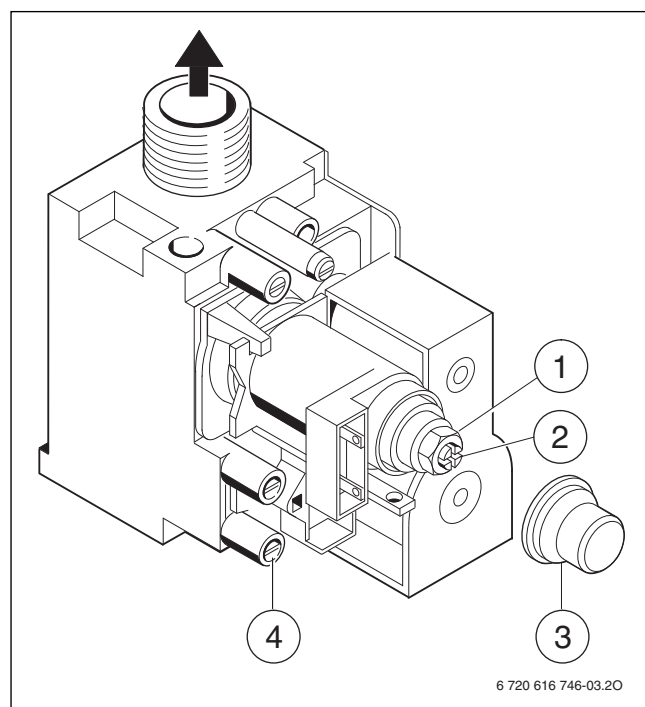

Fig. 38 Bloc gaz
- ▶ Pour « max » prendre la pression aux injecteurs indiquée (mbars) dans le tableau sur la page 37 et la contrôler. Vérifier que l'écrou (→ fig. 38 [1]) est bien serré en butée sur le corps laiton.
- ▶ Pour « min » prendre la pression aux injecteurs indiquée (mbars) dans le tableau sur la page 37. Régler la pression aux injecteurs au moyen de la vis de réglage de débit gaz minimal (→ fig. 38 [2]).
- ▶ Desserrer la vis dans la prise de mesure de la pression de raccordement (→ fig. 38 [4] en page 29) et brancher un manomètre à cette prise.
- ▶ Retirer le capuchon (→ fig. 38 [3]) du bloc gaz.
- ▶ Pour « max » prendre le débit de gaz indiqué dans le tableau sur la page 37 et le contrôler. Vérifier que l'écrou (→ fig. 38 [1]) est bien serré en butée sur le corps laiton.
- ▶ Pour « min » prendre le débit de gaz indiqué dans le tableau sur la page 37. Régler la pression aux injecteurs au moyen de la vis de réglage de débit gaz minimal (→ fig. 38 [2]).